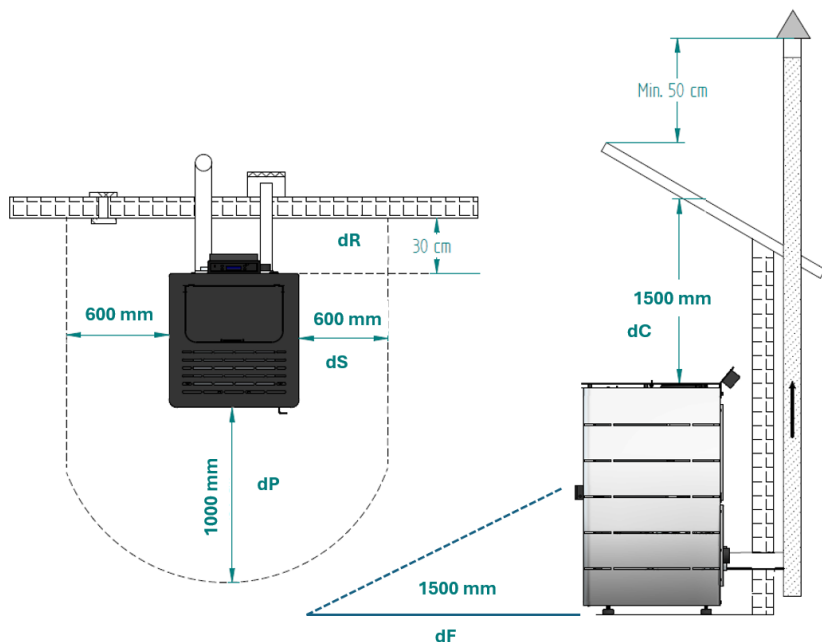

Figure 5 - Distance minimale à toutes les surfaces combustibles de la Luma
- Les distances minimales entre la cuisinière et le *Granulés* et les surfaces particulièrement inflammables sont illustrées dans le Figure 5.